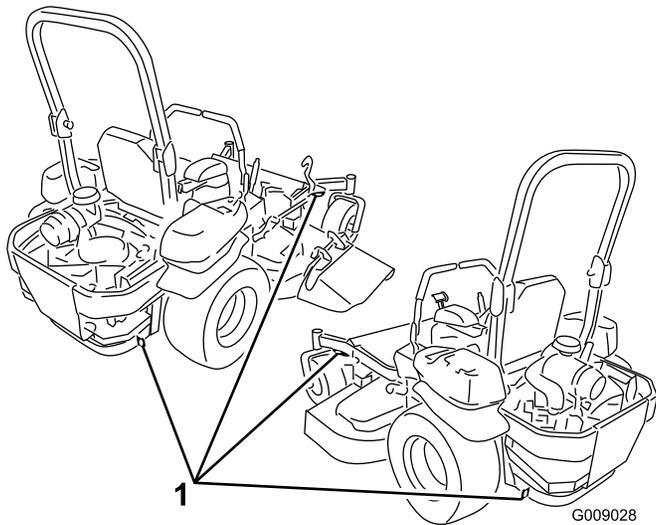

Figure 29
5. Servez-vous des points d'attache en métal de la machine pour arrimer solidement la machine sur la remorque ou le véhicule de transport au moyen de sangles, chaînes, câbles ou cordes (Figure 29).